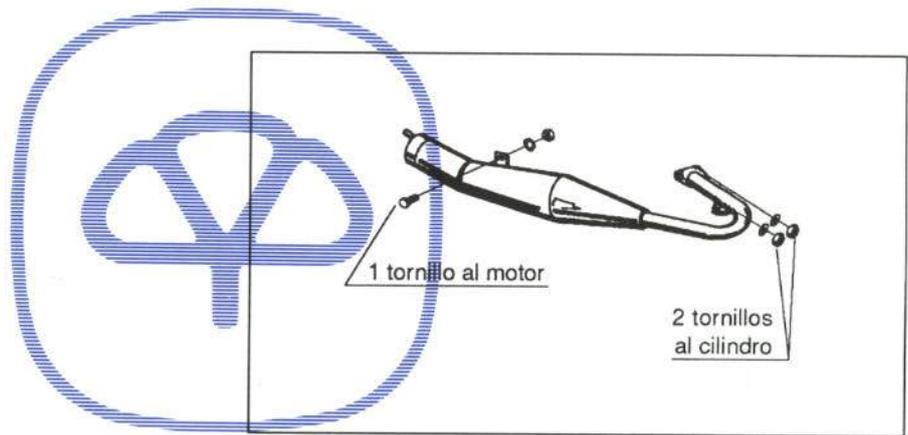

Figura 36.- Fijación del tubo de escape
En la figura 36, se muestra su fijación
- Escape (figura 36)